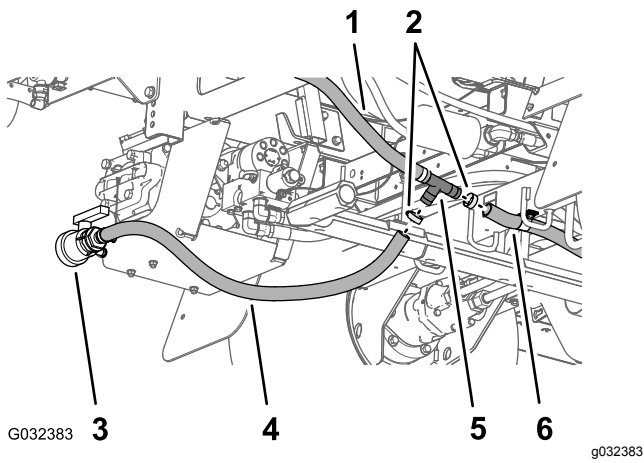

图52
4. 取下将排水阀软管和后水箱排水软管固定至宝塔 T 形接头的软管夹图52。